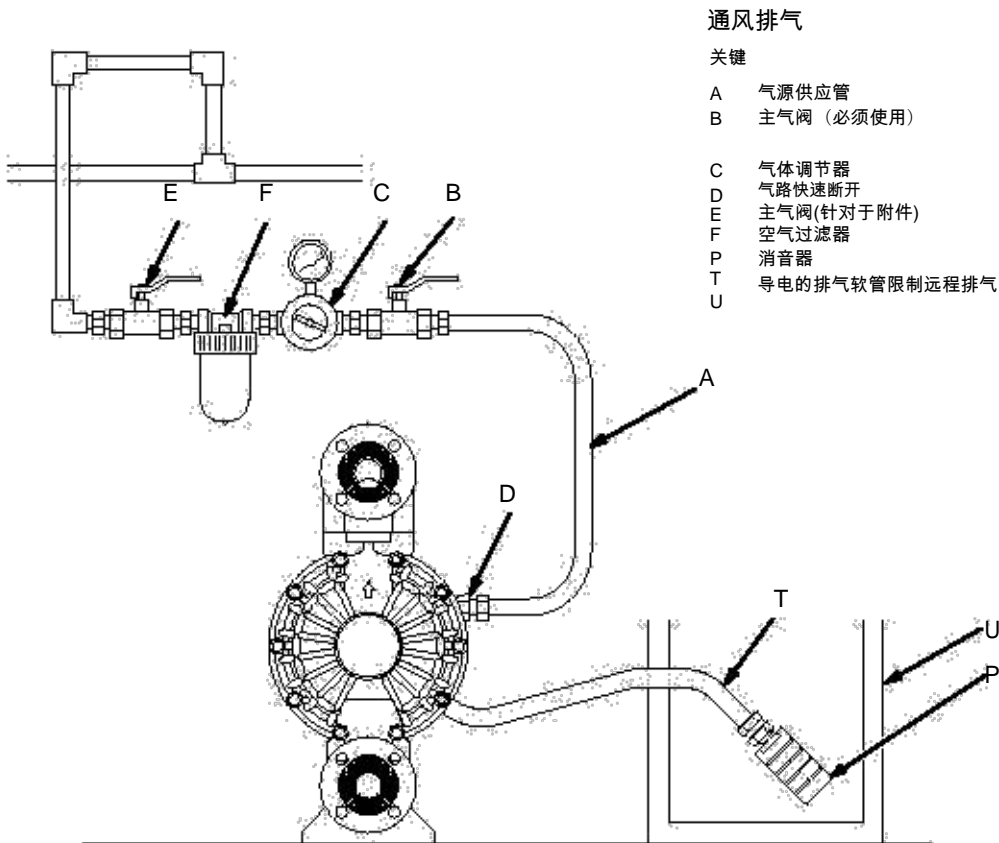

Fig. 6
2. 安装导电的排气软管(T)同时将消音器(P) 连接到软管另一端。最小尺寸的排气软管为 19 mm ID. 如果需要的软管的长度大于 4.57 m 那使用大直径的软管. 避免尖锐弯曲或打结的软管. 见图 6
在流体传输中如果隔膜故障会引起渗漏到空气中. 在尾排管末端放个合适的容器以盛放留下来的流体. 见图6 .